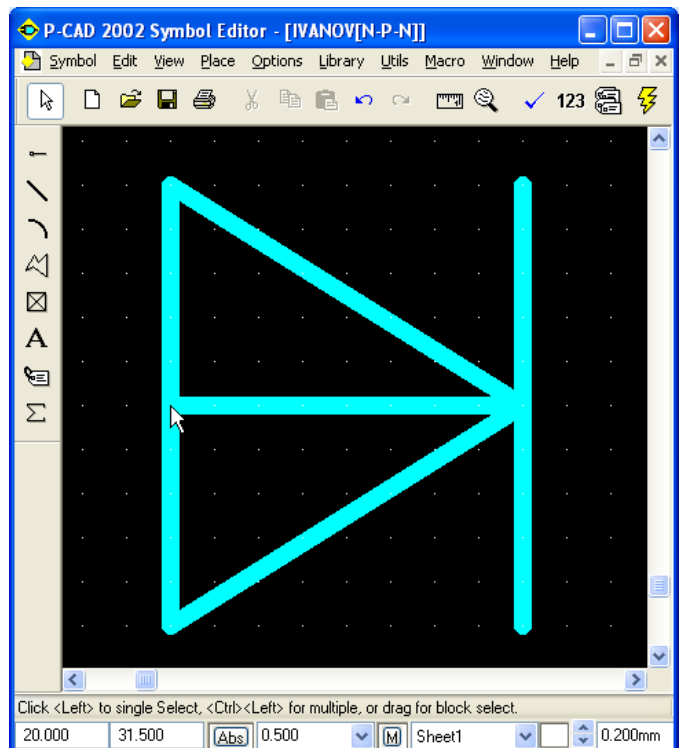

Рис. 4.37 - Изображение контура УГО диода
- Теперь проводим вертикальную линию. Для этого надо установить курсор в точку с координатами **(24; 34)** и щелкнуть **ЛК**. Переведя курсор в точку **(24; 29)**, щелкнуть сначала **ЛК**, а затем **ПК**. Получили изображение диода, представленное на рис. 4.37.